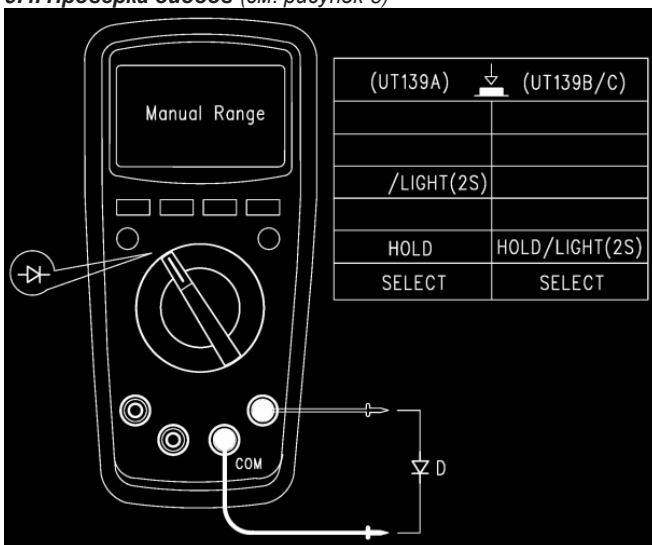

Рисунок 6
9.4. Проверка диодов (см. рисунок 6)